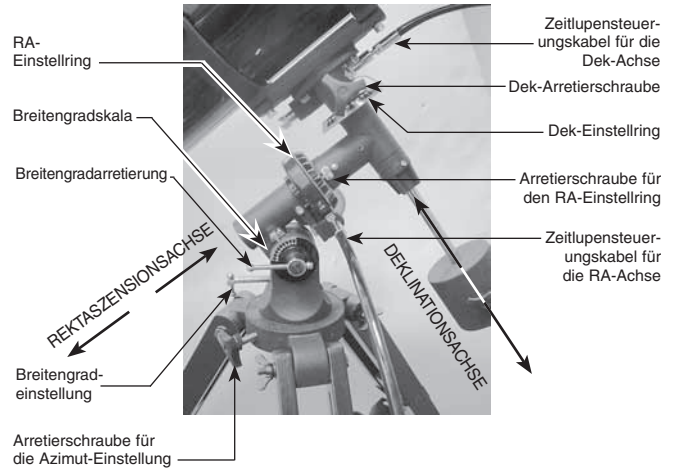

Abbildung 2. Die parallaktische Montierung des SpaceProbe 130 ST-Teleskops.
6. Richten Sie die parallaktische Montierung wie in Abbildung 2 gezeigt etwa auf den 40. Breitengrad aus. Der Zeiger neben der Breitengradskala (direkt oberhalb der Breitengradarretierung) muss auf die Markierung an der „40“ zeigen. Lockern Sie dazu zunächst die Breitengradarretierung, und drehen Sie die Schraube für die Breitengradeinstellung so lange, bis der Zeiger auf „40“ steht. Ziehen Sie die Breitengradarretierung dann wieder fest. Die Achsen für Deklination (Dek) und Rektaszension (RA) müssen möglicherweise ebenfalls neu ausgerichtet (gedreht) werden. Achten Sie darauf, zunächst die RA- und die Dek-Arretierschraube zu lockern. Sobald die parallaktische Montierung korrekt ausgerichtet ist, ziehen Sie die Arretierschrauben für die RA- und die Dek-Achse wieder fest.
Während Ihrer Beobachtungen des Nachthimmels haben Sie sicherlich schon bemerkt, dass sich die Sterne im Laufe der Zeit langsam von Osten nach Westen zu bewegen scheinen. Diese scheinbare Bewegung wird durch die Erdrotation verursacht (von Westen nach Osten). Eine parallaktische Montierung (Abbildung 2) ist so konstruiert, dass sie diese Bewegung ausgleichen kann. Dadurch können Sie die Bewegung astronomischer Objekte problemlos „verfolgen“, ohne dass diese während der Beobachtungen aus dem Sichtfeld Ihres Teleskops wandern.